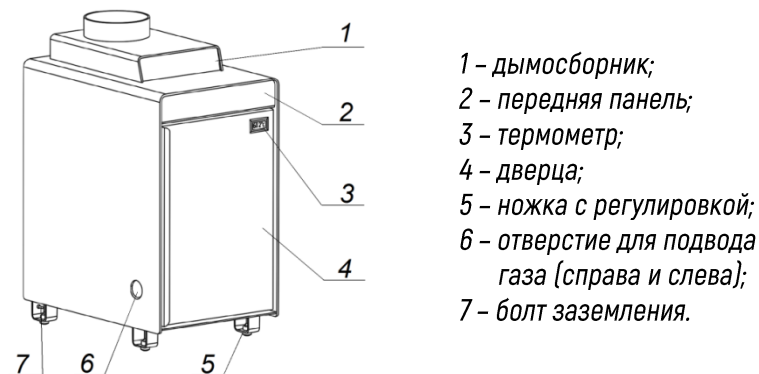
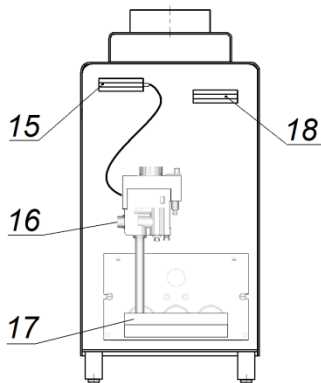

Рисунок 1. Внешний вид котла.
Рисунок 3. Вид котла спереди, без дверцы и передней панели.
5.3. В верхней части котла находится дымосборник (поз.1, рис.1) с газоотводящим патрубком для удаления продуктов сгорания из топки.
5.4. Газовые котлы «Каракан» комплектуются газогорелочными устройствами (поз. 15, рис.3) с автоматическим регулятором (см. комплект поставки). Крепление термодатчика горелки (в виде скобы, поз. 14, рис.3) находится под передней панелью котла (поз. 2, рис.1).
5.13. Место крепления заземления находится на ножке котла (поз.7, рис.1).